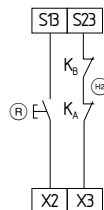
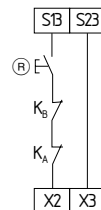

图 3
图 4
少なくとも一方が強制開離接点の、2つの接点A及びBによるガード監視に見られる、外部リセットボタン (R) のある2チャンネル制御(図3参照)
立ち下がり検出付き外部リセットボタン(図3及び図4参照)